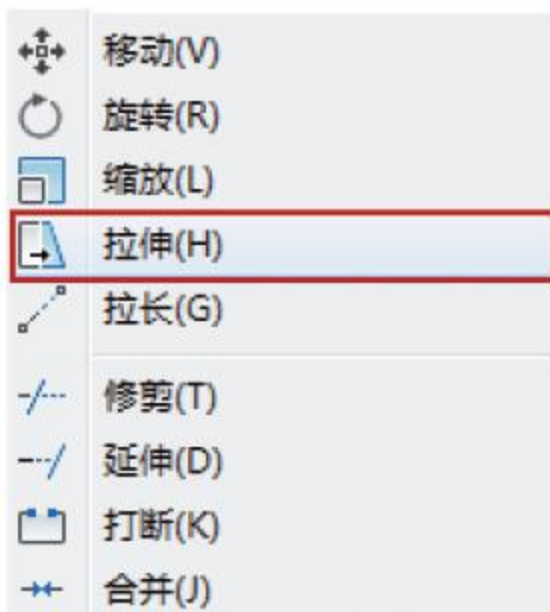

图4-75 选择命令
- 菜单栏：选择菜单【修改】|【拉伸】命令, 如图4-75所示。